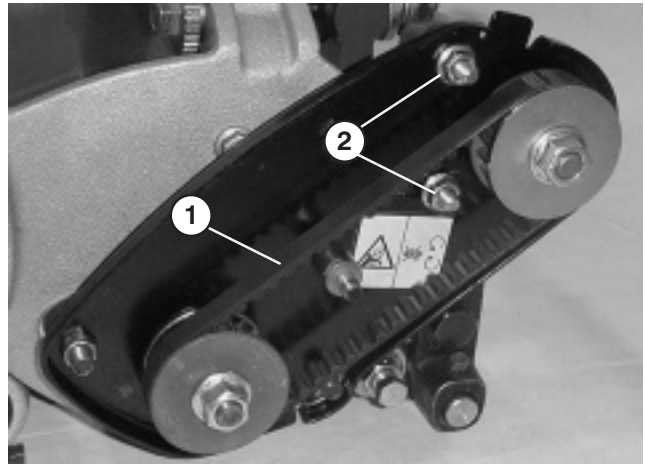

Figure 38
- A. Desserrez les écrous de montage du logement de roulement (Fig. 38).
- C. Serrez les écrous de montage du logement de roulement (Fig. 38). **Ne tendez pas la courroie excessivement.**